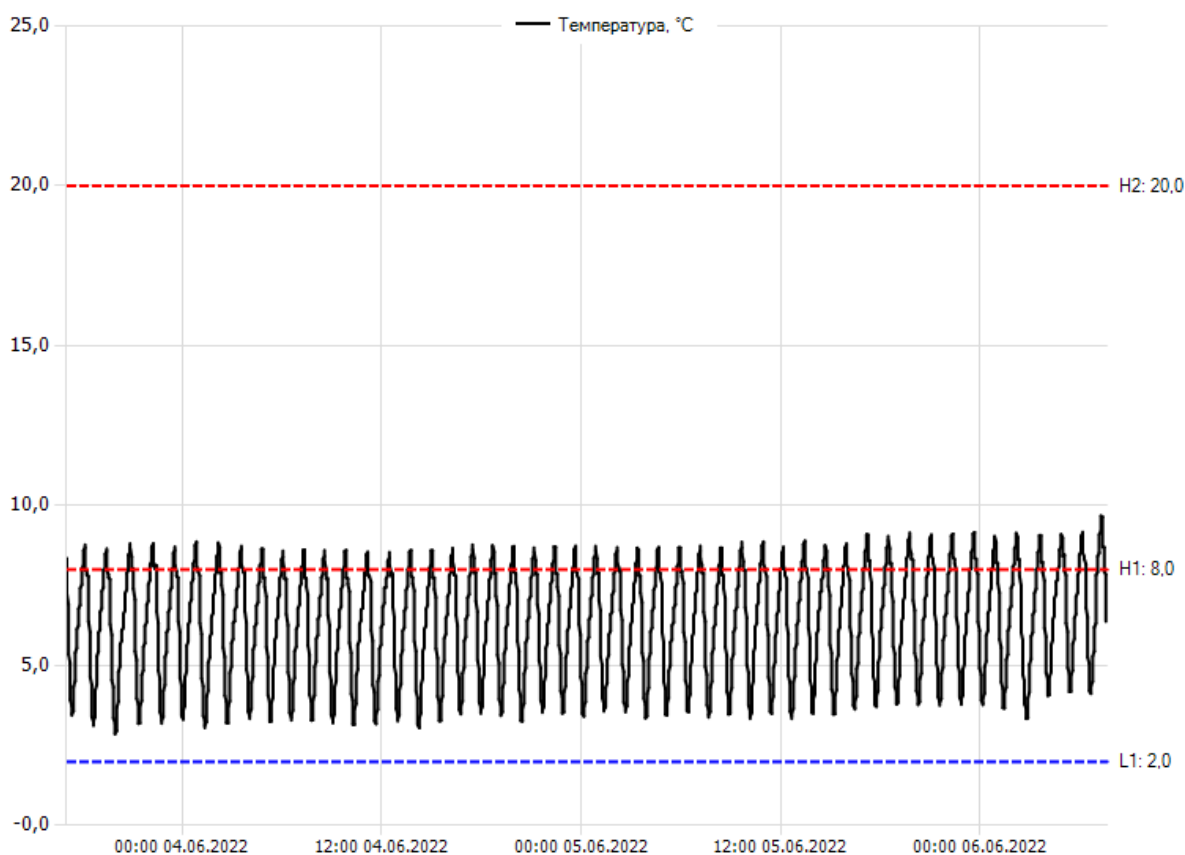

Рисунок 26 – Пример представления сведений в блоке «График»
– *график*: графическое представление распределения температуры за весь период работы режима холодной цепи (Рисунок 26);